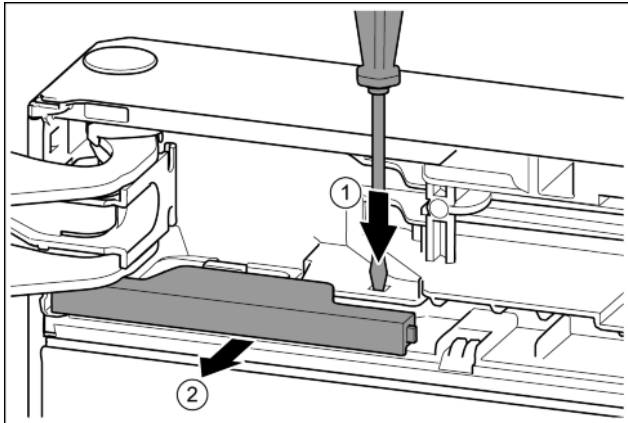

Fig. 12
- Lip met de sleufschroevendraaier indrukken. *Fig. 12 (1)*
- Afdekking uit de vergrendeling trekken. *Fig. 12 (2)*